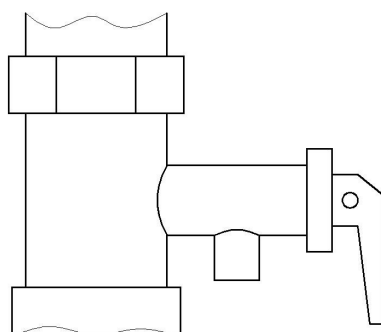

Рис.3
- г) установите рычаг предохранительного устройства в рабочее положение (Рис. 3);
Выпускная трубка устройства сброса давления (предохранительного устройства) должна быть при установке направлена постоянно вниз в незамерзающую окружающую среду (см. Рис. 3).